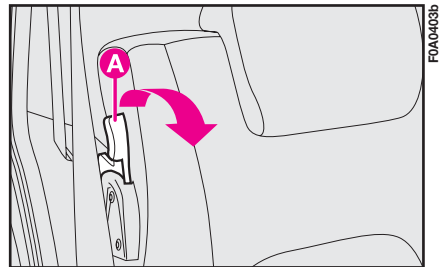

fig. 59b
- sganciare la leva **A**-fig. 59b e reclinare in avanti lo schienale facendolo appoggiare sul cuscino;